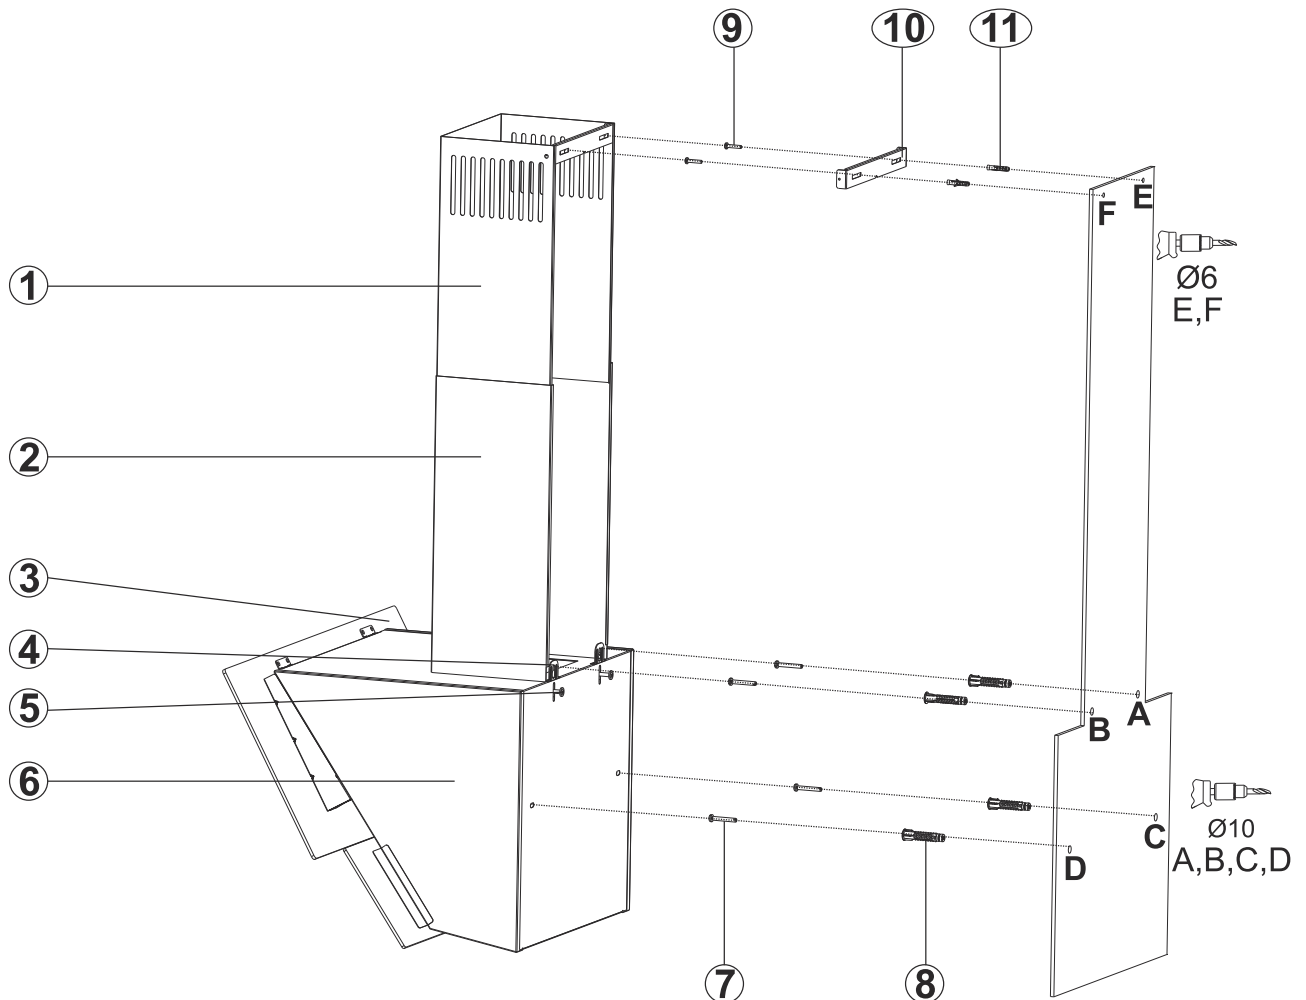

Fig. 13
1. ➔ Lossa skruvarna (4) till upphångningsbeslagen (5) och dra upp upphångningsbeslagen (5). Skruva därefter åt skruvarna för att fästa upphångningsbeslaget (Fig. 13).
2. ➔ Montera fläkten med hjälp av monteringsritningen. Håll monteringsritningen mot väggen vid den rekommenderade installationshöjden. Borra hål i punkterna A, B, C & D (Fig. 13).
3. ➔ Tryck i Ø10mm-pluggar (8) i de borrade A-, B-, C- och D-hålen och skruva fast skruvarna till A + B med 5mm mellanrum mellan skruvhuvudena och väggen (Fig. 13).